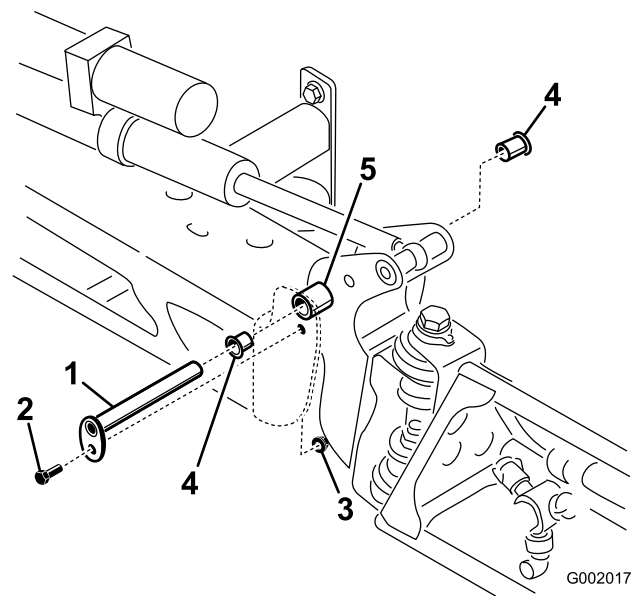

Figura 73
3. Com o peso da rampa suportado, retire o parafuso e a porca que seguram o pino de articulação à rampa (Figura 73). Retire o pino de articulação.
5. Retire e inspeccione as buchas de nylon dos lados dianteiro e traseiro do suporte de articulação (Figura 73). Substitua todas as buchas danificadas.
7. Monte a rampa e o apoio da articulação no chassis alinhando as aberturas (Figura 73).